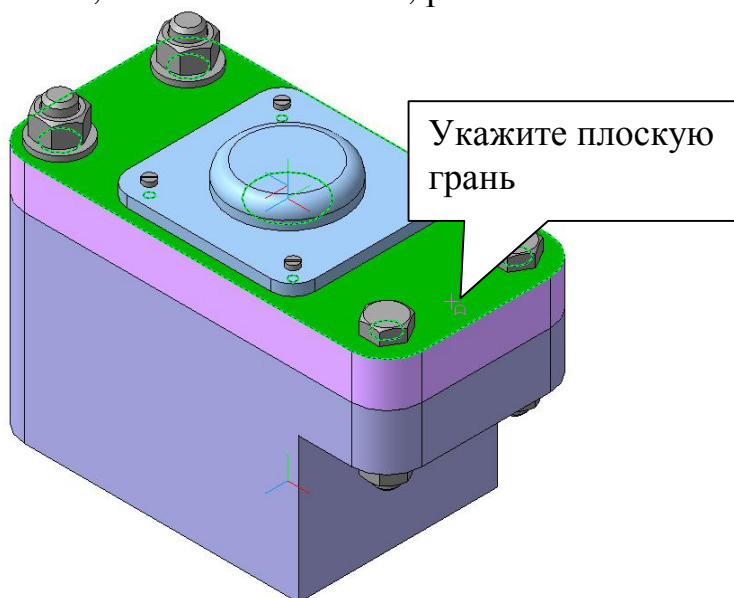
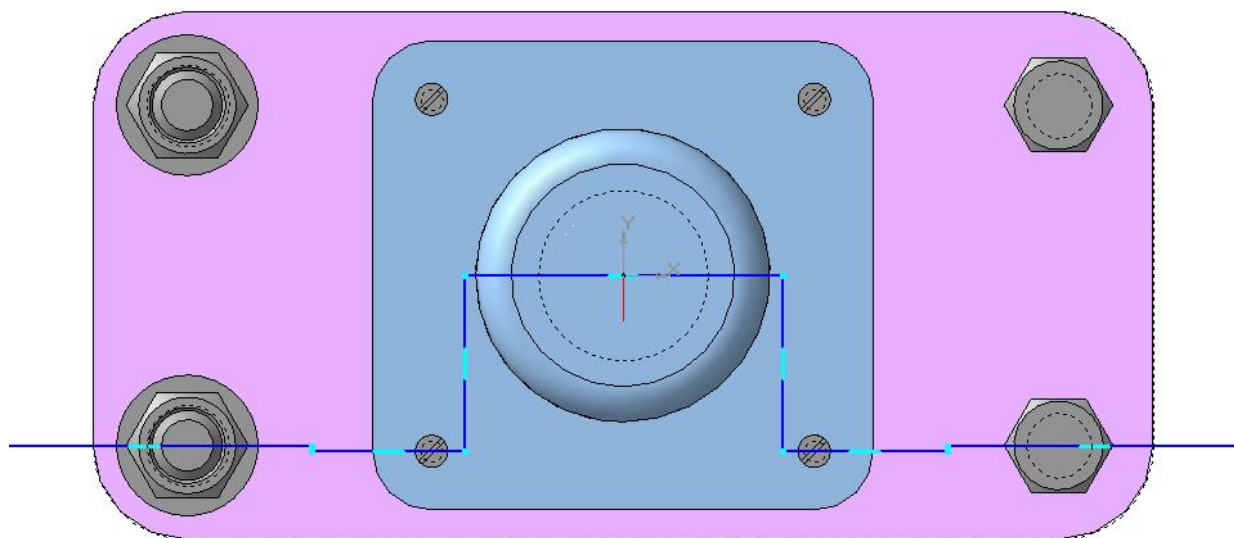

Рис. 98
Рис. 99
6. Для выполнения полезного разреза укажите курсором плоскую грань детали «Плита», рис. 98, и выполните эскиз, рис. 99.